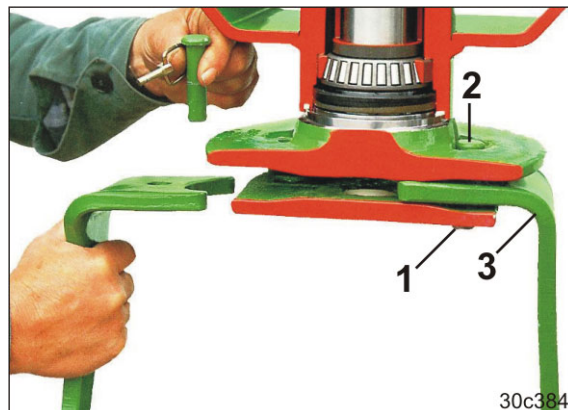

図 124
3. リンチピン（図 124/1）を取り外します。
4. ピン（図 124/2）を叩いて、ツールキャリアの上に押し出します。
5. ツールタイン（図 124/3）を交換します。